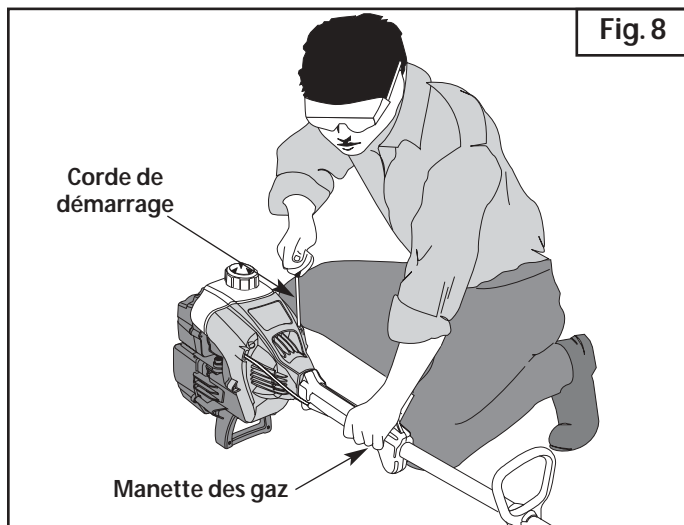

Fig. 8
AVERTISSEMENT : évitez tout démarrage accidentel. Tenez-vous en position de démarrage lorsque vous tirez sur la corde de démarrage (Fig. 8). L'opérateur et l'appareil doivent tous deux être en position stable pour éviter des blessures graves.
5. L'appareil étant prêt à démarrer (Fig. 8), mettez la manette des gaz à pleins gaz. Tirez brusquement sur la corde de démarrage 5 fois de suite, le levier étant en position d'étranglement **MAXIMUM (A)** |←|. Si le moteur essaie de démarrer avant le cinquième tir, passez à l'étape 6.
7. Tirez brusquement sur la corde de démarrage 1 à 3 fois pour démarrer le moteur (Fig. 8).
1. Relâchez la manette des gaz (Fig. 8). Laissez le moteur refroidir au ralenti.